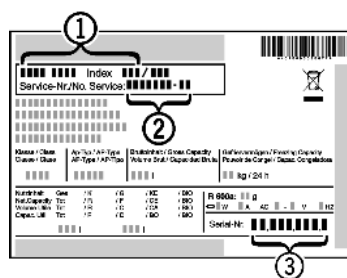

Fig. 29
- ▶ Обратитесь в сервисную службу и сообщите вид неисправности, наименование устройства Fig. 29 (1), сервисный № Fig. 29 (2) и серийный № Fig. 29 (3).